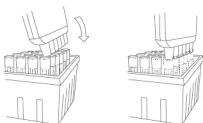

图7
- ◇ 在 8 道和 12 道吸液管上安装已悬挂的 YZ 吸头很简单。首先将通道口对齐成排喷嘴，以一定角度握住移液器（见图7）。将移液器竖直放置，将通道口压入吸头，直到达到“主动停止点”（见图7）。吸头便已被轻松安装了，并能保持密封。您不需要手动拧紧，使用沉重的压力，或用力摇动移液器来安装吸头，以获得良好的密封。